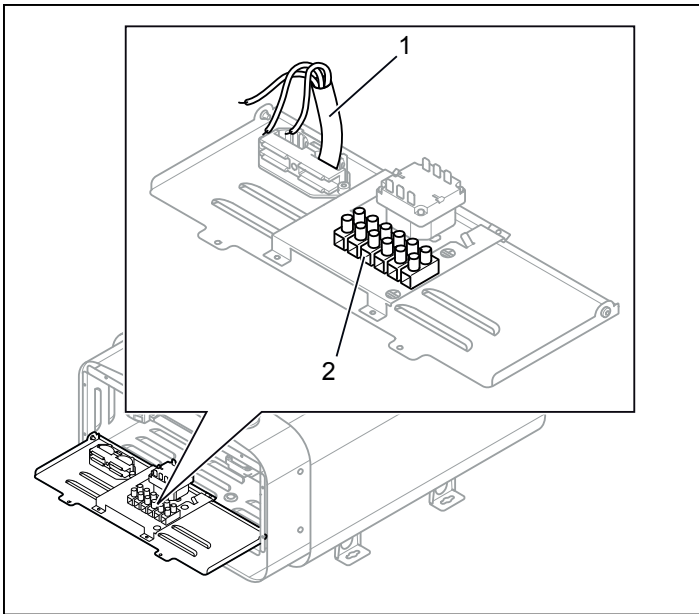
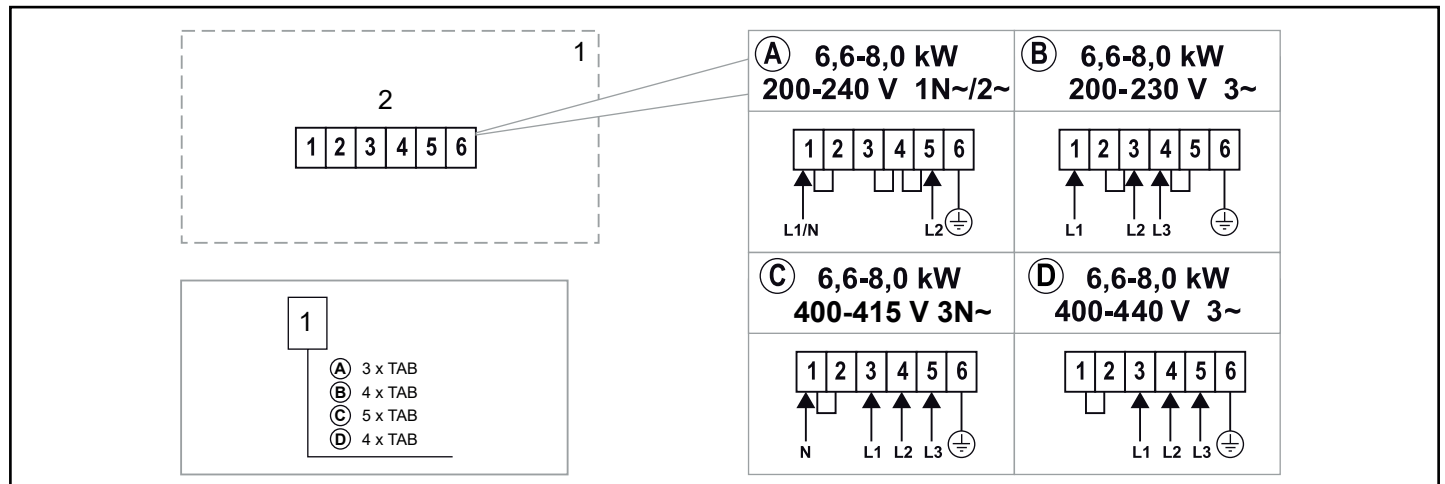

Abb. 6: Platine
Abb. 12: Schaltplan
3. Schließen Sie das Stromkabel (siehe Abb. 6) gemäß dem Schaltplan (siehe Abb. 12).
Bei Anschluss an Spannungen oder Phasen, die nicht im Schaltplan verzeichnet sind Abb. 12, wenden Sie sich an den Tylö-Kundenservice.